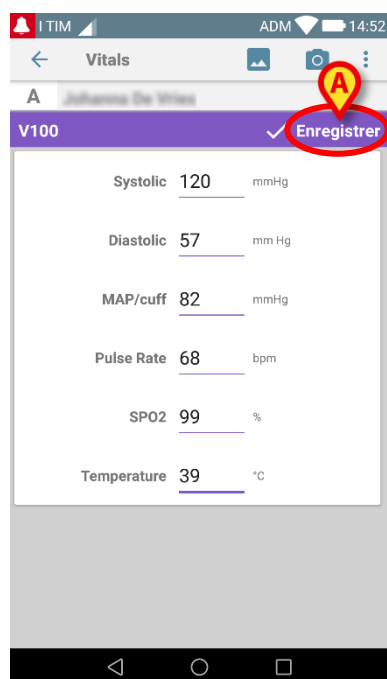

Fig. 93
Une fois que la valeur désirée est insérée, l'écran suivant apparaît (Fig. 93):
- Appuyez sur le Bouton **Save** [sauvegarder] en haut à droite de l'écran (Fig. 93 A).